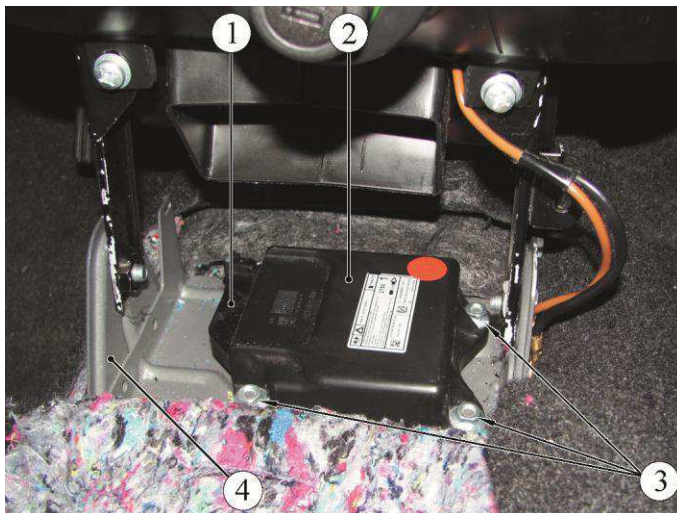

Рисунок 3 – Расположение БУСНПБ:
5.3 Блок 2, рисунок 3, управления СНПБ закреплен тремя гайками 3 на кронштейне 4 на тоннеле пола и расположен под консолью панели приборов, под ковриком пола.